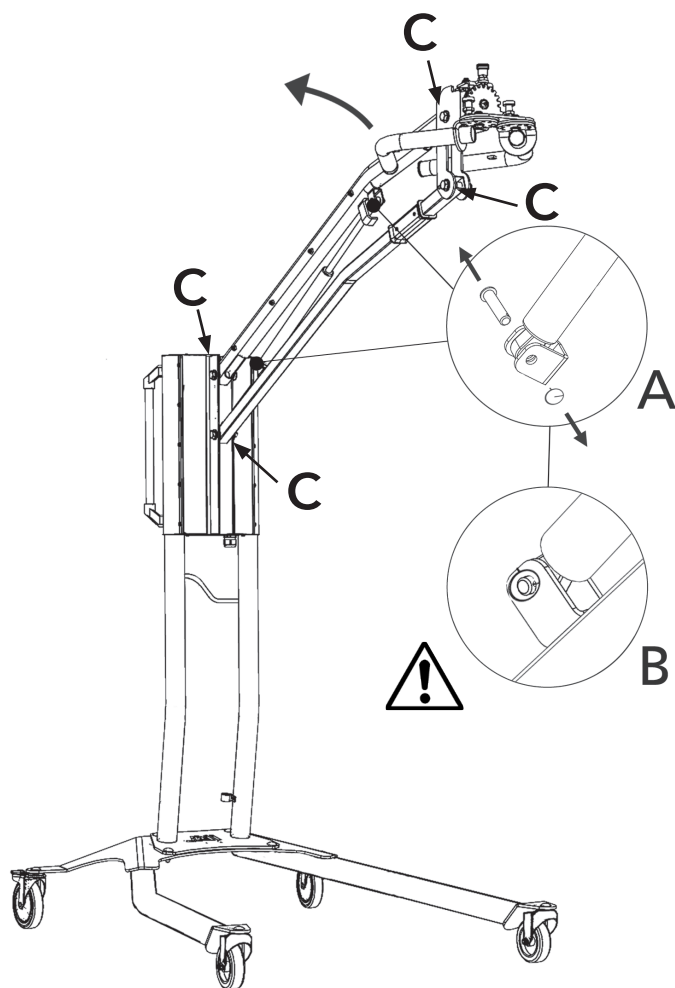

Figur 1
1. Fjern de fire skruer, der fastgør dækslet, som sidder på hver side af armen (figur 1).